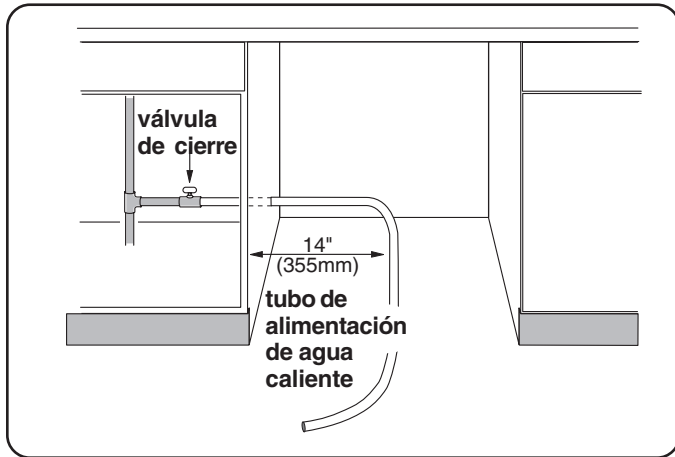

Ilustración 6
En el tubo de alimentación de agua caliente instale una válvula de cierre (algo que no proporcionamos) de modo que su acceso sea fácil, tal como indica en la **Ilustración 6**. Se deben terminar todas las conexiones soldadas antes de conectar el tubo de agua a la válvula de entrada de agua a la lavadora. También, se puede instalar una manguera con alambre trenzado para alimentar la lavadora con agua. Consulte con sus proveedores de piezas de plomería para obtener los accesorios para las cañerías y los acopladores acodados de 90°.
**NOTA:** No obstante el sitio donde el tubo de agua caliente entre en el gabinete, sitúe el tubo a 14" (35 cm) del lado izquierdo del gabinete, tal como indica en la Ilustración 6.